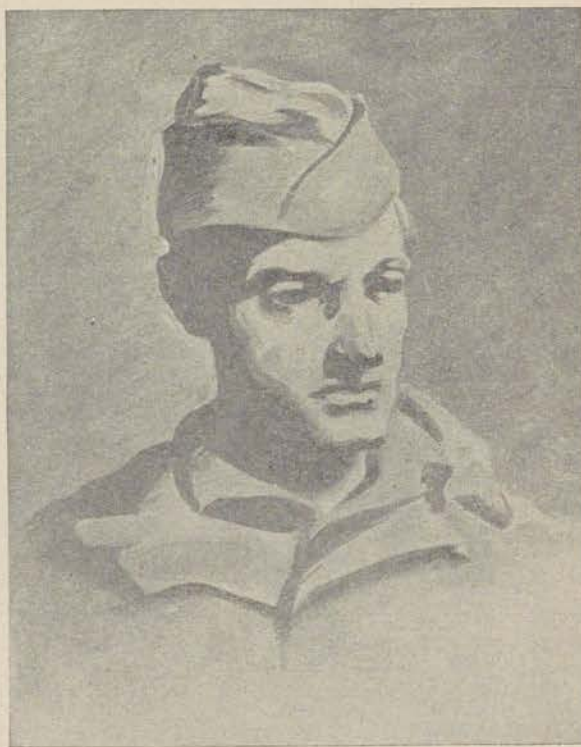

Figure 249.
d. SECOND STAGE (fig. 249). Work lighter tones